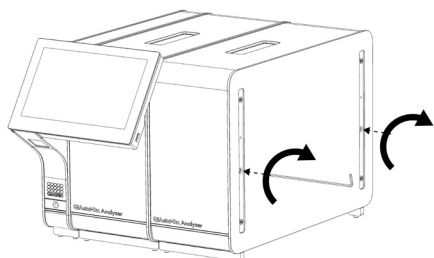

Рис. 16. Вирівнювання та приєднання додаткового аналітичного модуля.
- Установіть додатковий аналітичний модуль на одному рівні з наявним аналітичним модулем. Закрутіть гвинти за допомогою монтажного інструмента для аналітичного й операційного модулів, що постачається в комплекті з аналізатором КВІАстат-ДКс (QIAstat-Dx) 1.0 (рис. 16).